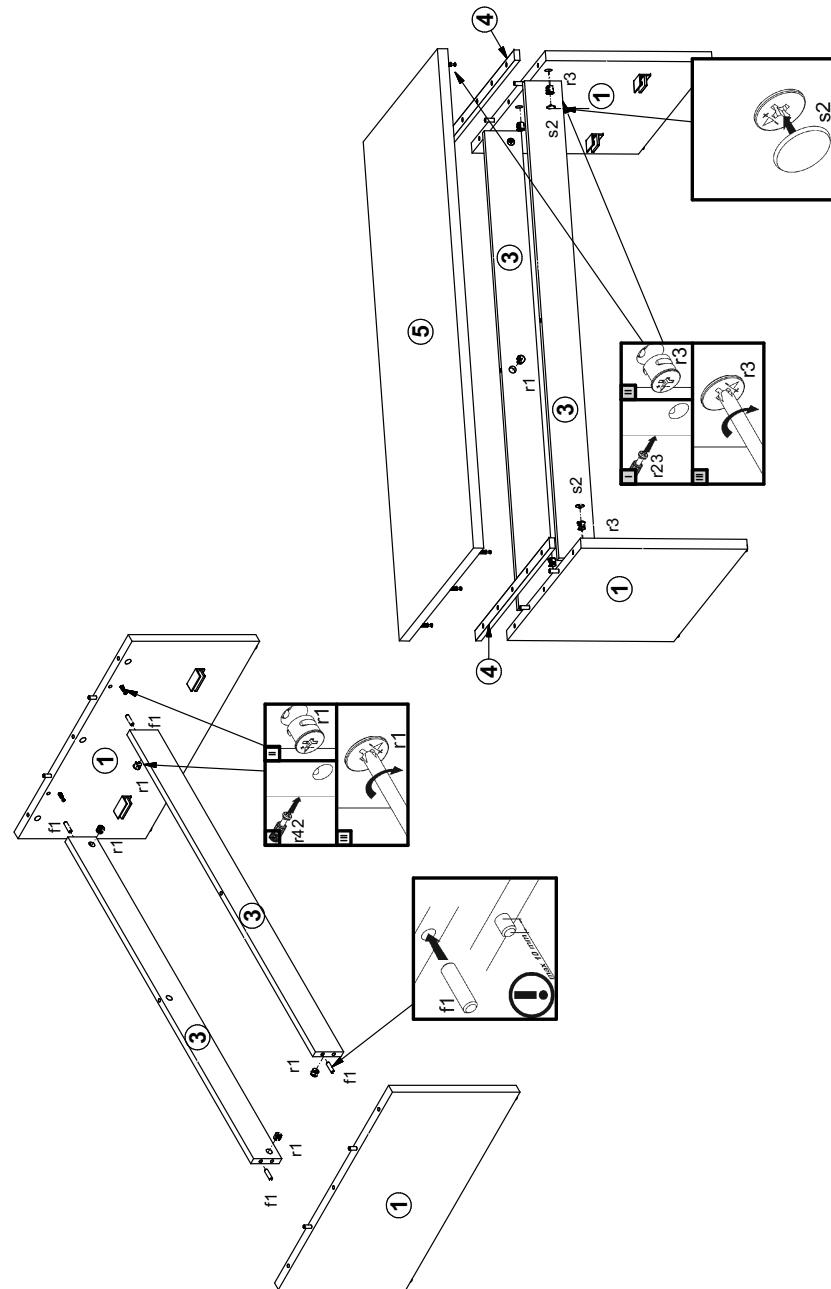

Рисунок 3
- В отверстия **Ø8 мм** на боковых кромках цоколей **3** (см. рис. 3) вбить деревянные шканты **f1**.
- В отверстия **Ø15 мм** на внутренних поверхностях цоколей **3** (см. рис. 3) вставить стяжки эксцентриковые **r1**.
- В отверстия **Ø15 мм** на боковых поверхностях стенок **1** (см. рис. 3) вставить стяжки эксцентриковые **r3**.
- Соединить детали **1, 3** и затянуть стяжки эксцентриковые **r1**, пользуясь отверткой (см. рис. 3).
- Соединить детали **1, 4, 5** и затянуть стяжки эксцентриковые **r3**, пользуясь отверткой (см. рис. 3). Стяжки эксцентриковые **r3** на стенах **1** закрыть заглушками **s2**.